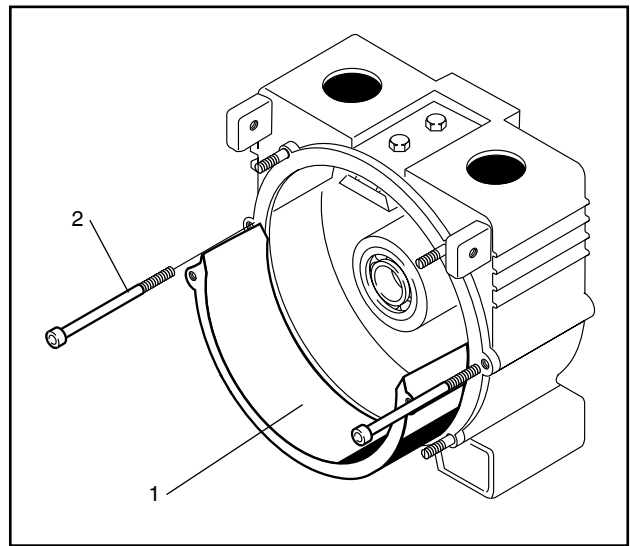

Fig. 15
- Desserrer les deux vis du matelas (pièce n° 1020, fig. 8) et retirer le matelas de la pompe (fig. 15).